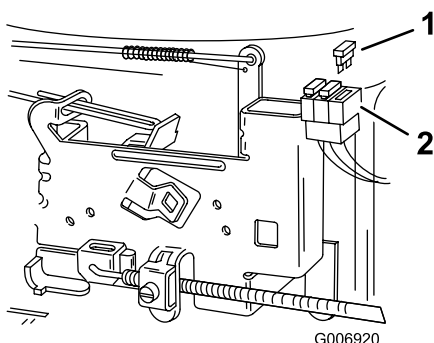

Figura 28
1. Tire hacia arriba del fusible (Figura 28) para sacarlo del zócalo.